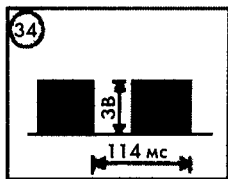

Рис. 38. Схема принципиальная электрическая импульсного источника питания
производить только после отключения телевизора и разряда электролитического конденсатора 1С408 (рис. 38) закорачиванием его выводов через резистор сопротивлением 150...470 Ом с номинальной мощностью 2...5 Вт.
3. Подстроечным резистором R404 (рис. 38) установить величину выходного напряжения равной (125/135 ± 2) В